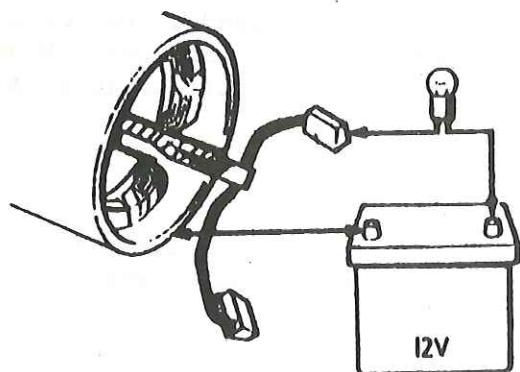

Fig. N2-21 Comprobación de continuidad de las bobinas inductoras
- 3.3.1. Conectar una lámpara de prueba alimentada por una batería de 12 voltios, entre cada una de las escobillas por turno y una parte limpia de la armadura (Fig. N2-21). La lámpara deberá encenderse, si no lo hiciera, montar un conjunto de bobina reductora nueva.